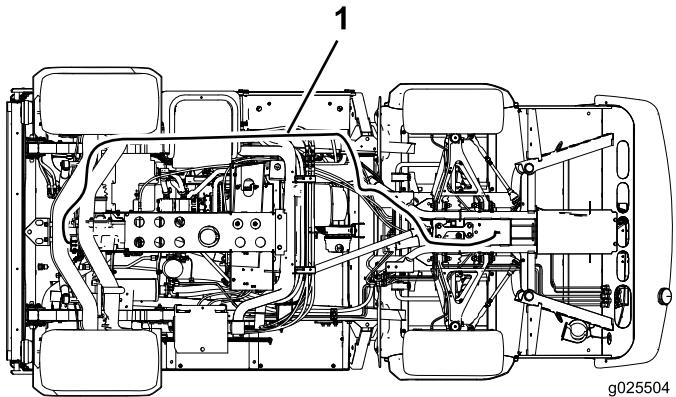

図4
7. このワイヤハーネスを、既存のワイヤハーネスに沿って機体前部へ配設する図4。